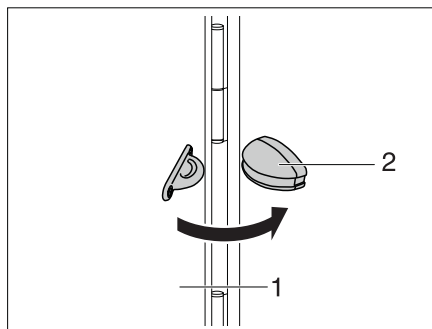

Fig. 58 Fermo sportello esterno
- Aprire lo sportello esterno (Fig. 58,1) e ribaltarlo contro la parete del veicolo.
- Spingere lo sportello esterno nel fermo (Fig. 58,2).
- Sbloccare lo sportello esterno (Fig. 58,1) dal fermo (Fig. 58,2) tirandolo con forza.